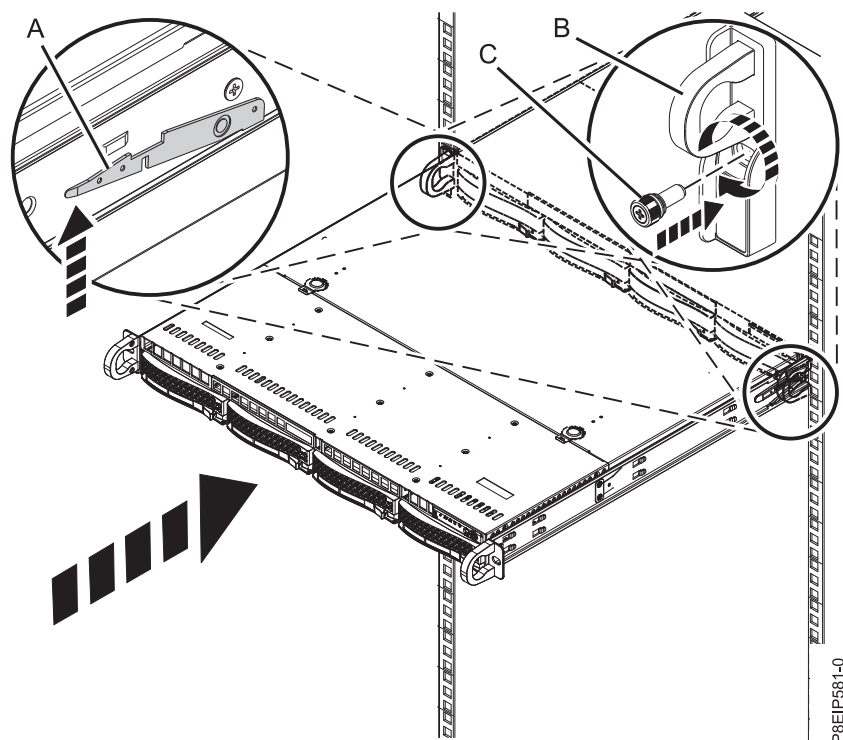

図 85. システムの操作位置への設置
4. レール安全ラッチ **(A)** を上方に持ち上げて解放し (図 85 を参照)、システムをラックに完全に押し込みます。